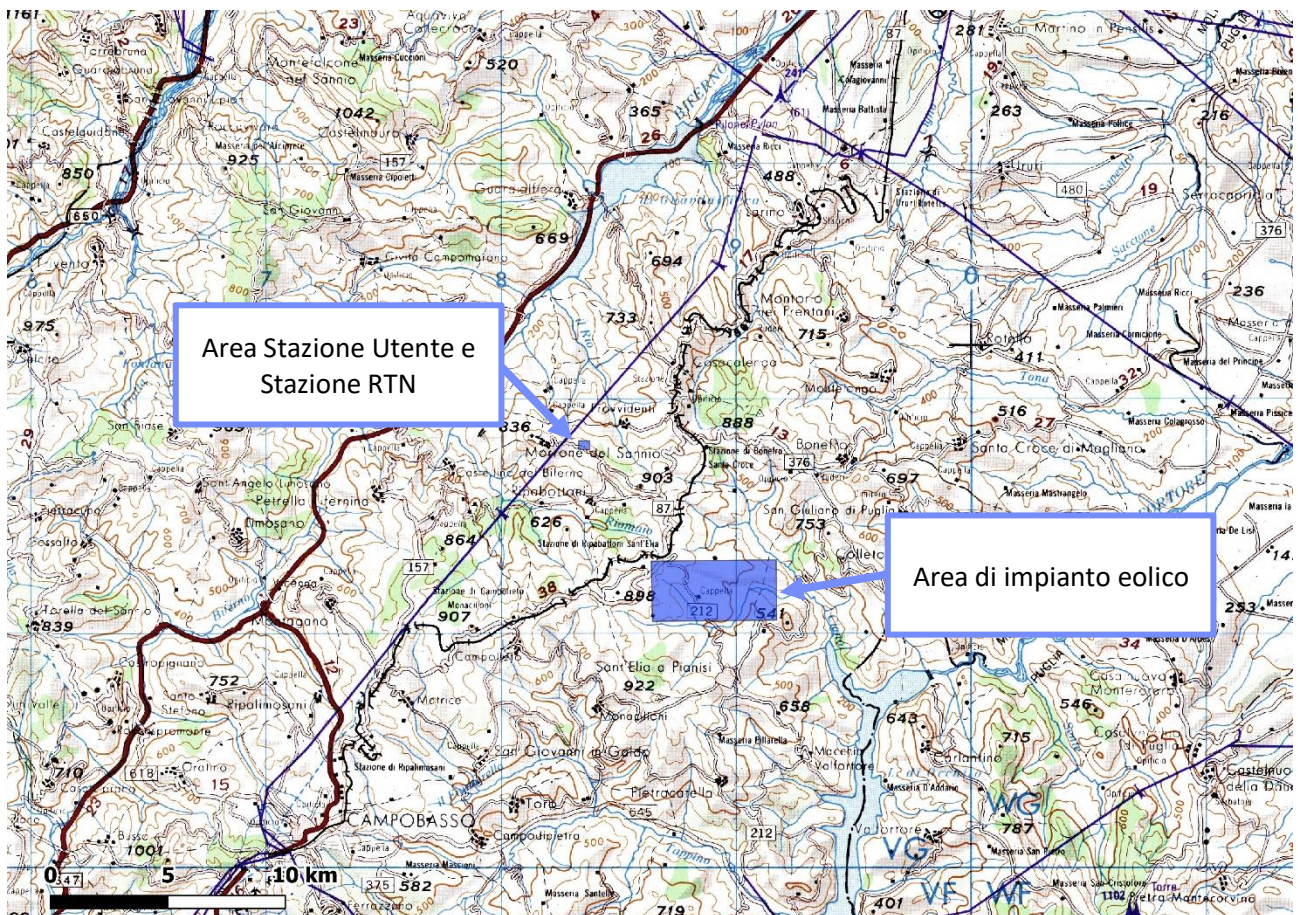

Figura 1 – Inserimento dell'area di impianto e del punto di connessione su carta IGM 1:250000
Figura 1 – Inserimento dell'area di impianto e del punto di connessione su carta IGM 1:250000	5
L'area del parco eolico è situata a circa 3.5 km a nord dal centro abitato di Sant'Elia a Pianisi (CB), a circa 7.5 km a sud-est dal centro abitato di Ripabottoni (CB) e a circa 7.5 km a nord-ovest da Bonefro (CB). Occupa una superficie totale di 7.5 km². L'elettricità prodotta viene condotta per mezzo di un cavidotto MT interrato dall'area di parco fino ad una sottostazione di nuova realizzazione inserita sul ramo "Morrone – Larino". Nel suo percorso, tale cavidotto interrato passa sui territori comunali di Sant'Elia a Pianisi, Monacilioni, Ripabottoni e Morrone del Sannio, in provincia di Campobasso. Figura 1 riporta la posizione dell'area progetto su IGM 1:250000, nonché della Stazione Utente 30/36 kV e della Stazione RTN.